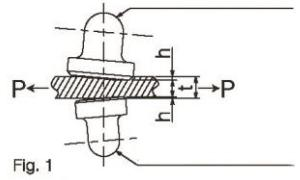

Fig. 1
1. Die lastwirksamen Punkte an der Schraubenkappe und am Klemmteller sind halbkugelförmig. Dementsprechend dreht sich die Klemme selbst bei der kleinsten Bewegung synchron zur Last und kippt nach vorn, wobei die Zähne die abgehängte Last verkanten (siehe Abb. 1).
6. Das verwendete System mit halbkugelförmigen W-Klemmtellern bewirkt, dass die Klemme von beiden Seiten in die Last einschneidet (siehe Abb. 1).
1. Aussehen und Funktion (Beschädigungen am Gehäuse, Zustand der Schraube, Drehung und Neigung der Schraubenkappe und des Klemmtellers, Verschleiß und Zersetzung der Zähne usw.). Siehe Abb. 1 und Punkt 2 unter "Sicherheitshinweise".